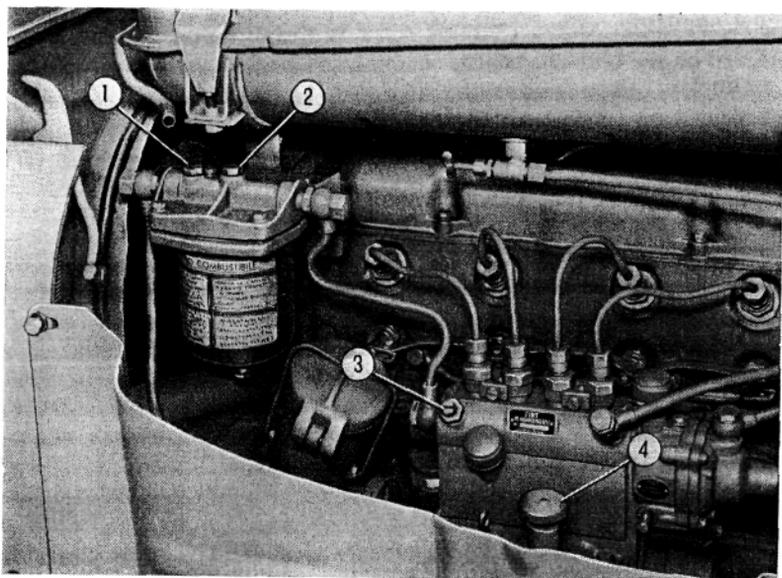

Fig. 5. - Spurgo aria dall'impianto gasolio.
Si svita il pomello della pompa d'innescamento (4, fig. 5) quindi, mentre si aziona a mano la pompa, si svitano e successivamente riavvitano,
4. Svitare il pomello della pompetta d'innesco (4, fig. 5) e dare una ventina di pompate onde provocare la circolazione del combustibile nelle tubazioni.